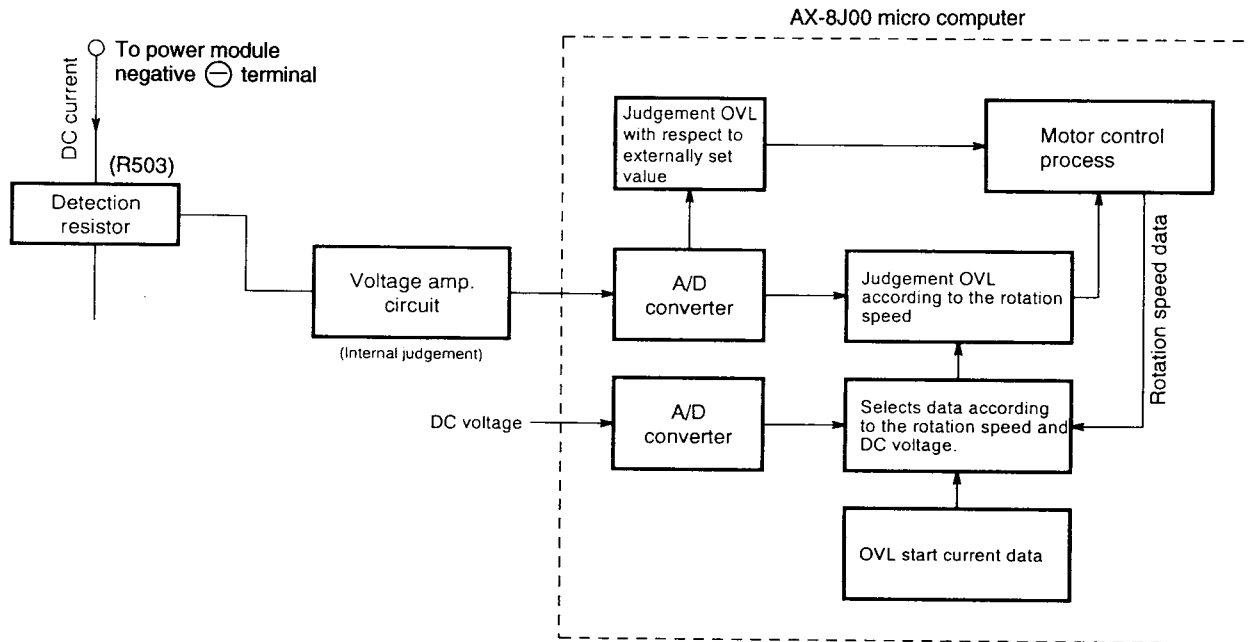
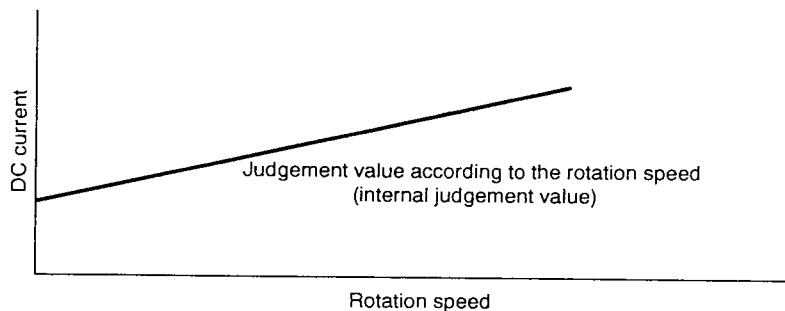

Fig. 8-4 Overload Control System Configuration
Fig. 8-5
- Falls ein Strom mit mehr als 28 A fließt, wie es in dem Diagramm dargestellt ist, wird die durch den Detektorwiderstand an Punkt A festgestellte Spannung an der positiven $\oplus$ Klemme des COM(2) eingegeben, und wenn diese die Spannung an der negativen $\ominus$ Klemme (eingestellter Wert) übersteigt wechselt die Ausgangsstiftspannung (an Punkt B) des COM(2) von "Lo" auf "Hi". Dadurch wird Q303 eingeschaltet und der Leistungsmodul-Schaltkreis wird über D4 und D2 gestoppt. Die Spannung an Punkt C wechselt von "Hi" auf "Lo" und das Ip-Signal wird an den Stift 71 des Mikrocomputers geliefert, wodurch der Inverter gestoppt wird.
- Der Mikrocomputer schaltet den Stift 29 von "Hi" auf "Lo" um, nachdem das Antriebssignal stoppt, um die Speicherfunktion des COM(2) freizugeben und an den anfänglichen Status zurückzukehren.
(2) Overload control circuit (OVL control circuit)
- Fig. 8-4 shows the overload control system configuration and Fig. 8-5 is a characteristic diagram of overload judgement values. There are two judgement methods-external judgement which compares the externally set value with the DC current value regardless of the rotation speed and internal judgement which compares the set value that varies according to the rotation speed programmed in the micro computer software with the DC current value.